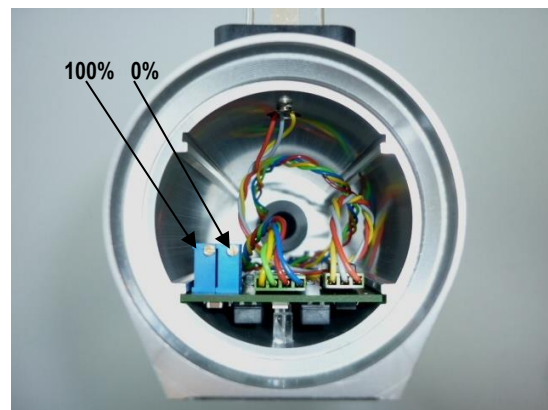

Bild 4, Figure 4, figure 4
Ist eine Anpassung unumgänglich so ist das mit Hilfe der beiden Trimmer 0% (4mA) und 100% (20mA) möglich. (siehe Bild 4)
Jeśli nie da się uniknąć adaptacji, można to zrobić za pomocą trymerów 0% (4mA) i 100% (20mA) (patrz rys.4):
2. Ustaw sygnał pomiarowy na 4mA za pomocą trymera 0% (patrz rys. 4).
4. Ustaw sygnał pomiarowy na 20mA za pomocą trymera 100% (patrz rys. 4).
Si un ajustement ne peut être évité, il est possible de le faire en utilisant les deux potentiomètres de correction 0%(4mA) et 100% (20mA) (voir figure 4) :
4. Ajuster le signal de mesure à 20mA en utilisant le potentiomètre de correction 100% (voir figure 4).